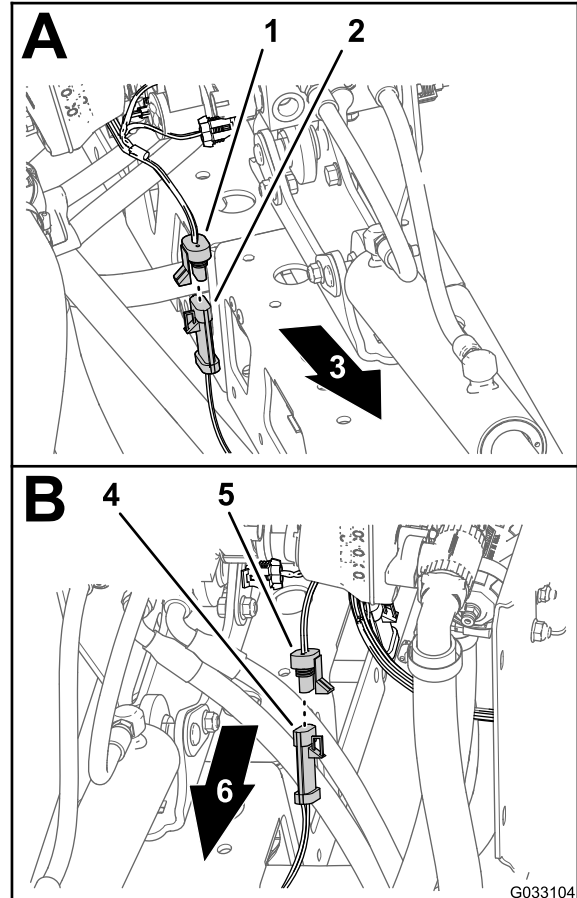

Рисунок 18
1. Отсоедините 3-гнездовой разъем жгута проводов ультразвукового выравнивания стрелы от 3-штыревого разъема кабеля правого ультразвукового датчика (Рисунок 18).
2. Отсоедините 3-гнездовой разъем жгута проводов ультразвукового выравнивания стрелы от 3-штыревого разъема кабеля левого ультразвукового датчика (Рисунок 18).